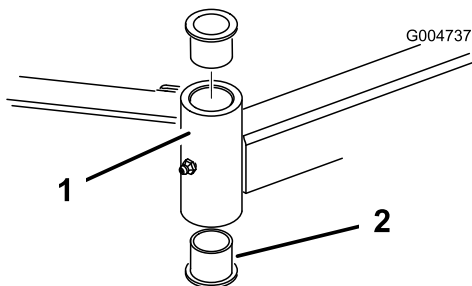

Figura 122
4. Inserte un botador fino en la parte superior o inferior del tubo de montaje y dé golpes hasta que salga el casquillo del tubo (Figura 122).